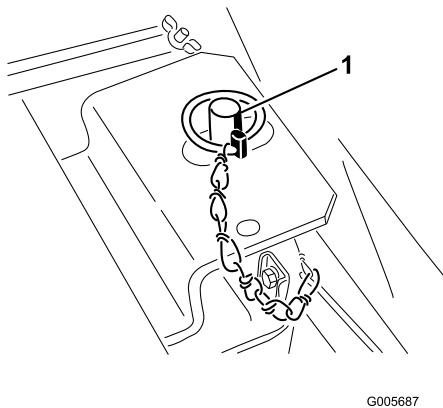

Figure 11
l'extrémité métallique de la goupille par-dessus le goujon du verrou (Figure 11).
8. Dégagez la béquille de support du siège et baissez-la. Abaissez le siège et poussez la goupille à anneau dans le goujon de verrouillage du siège. Repliez l'extrémité métallique de la goupille par-dessus le goujon du verrou (Figure 11).